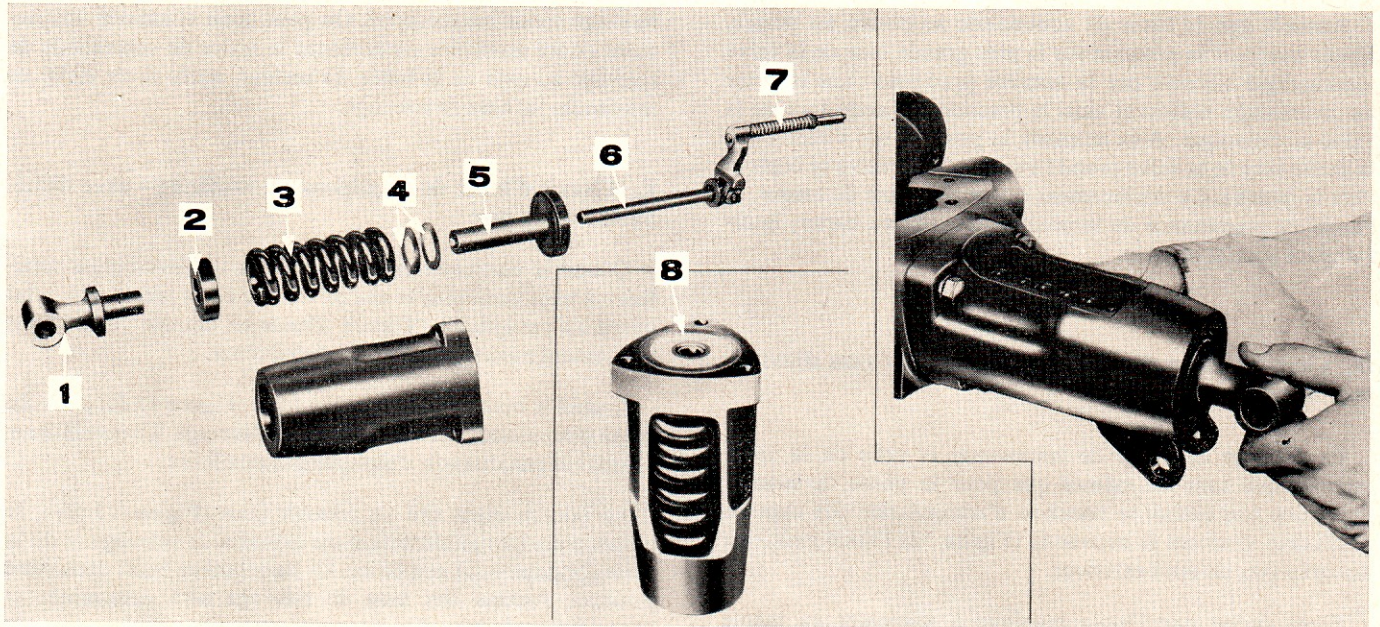

Figure 15: Réglage du ressort principal de contrôle d'effort
1. Poser dans le boîtier du ressort principal de contrôle d'effort le siège arrière (Figure 15), le ressort principal de contrôle d'effort et le siège avant de ressort.
2. Noter la distance entre la face supérieure du siège avant et celle du boîtier (cartouche Figure 15).
5. Visser la chape jusqu'à disparition complète du jeu. Dévisser la chape de la quantité nécessaire pour amener l'alésage de la chape en position horizontale, (cartouche, Figure 15).